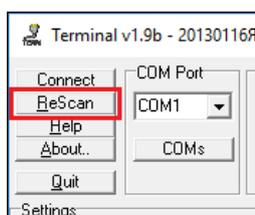

Рис. 3.1 Terminal: поиск COM-портов
3. Нажать **ReScan** (рис. 3.1). Программа **Terminal** обновит список занятых COM-портов компьютера.